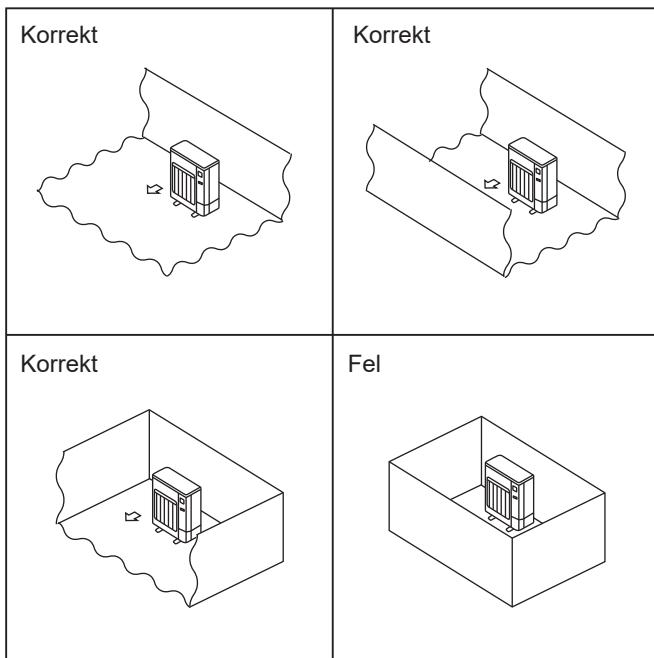

Fig. 2-1
- Installa utomhusenheter på en tillräckligt stor plats där minst en av de fyra sidorna är öppen och det inte finns några nedsänkningar. (Fig. 2-1)